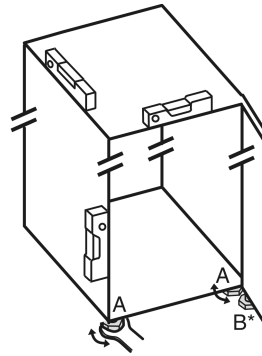

Fig. 34
- ▶ Выкрутите регулируемые опоры Fig. 34 (A) при помощи входящего в комплект поставки рожкового ключа и, используя уровень, выставьте устройство прочно и ровно по горизонтали.
- ▶ Выверните регулируемую опору Fig. 34 (B) на нижнем опорном кронштейне при помощи входящего в комплект поставки рожкового ключа до ее соприкосновения с полом.
- ▶ Поверните регулируемую опору Fig. 34 (B) еще на 90°.